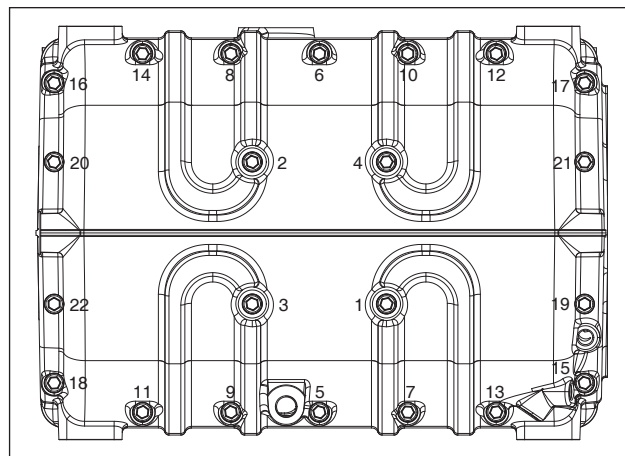

图112/a
利用切刀和厚度计对从前、后泵壳密封圈线相对于曲轴法兰的O形密封圈凸出部分 (①, 图 112和图112/a)。